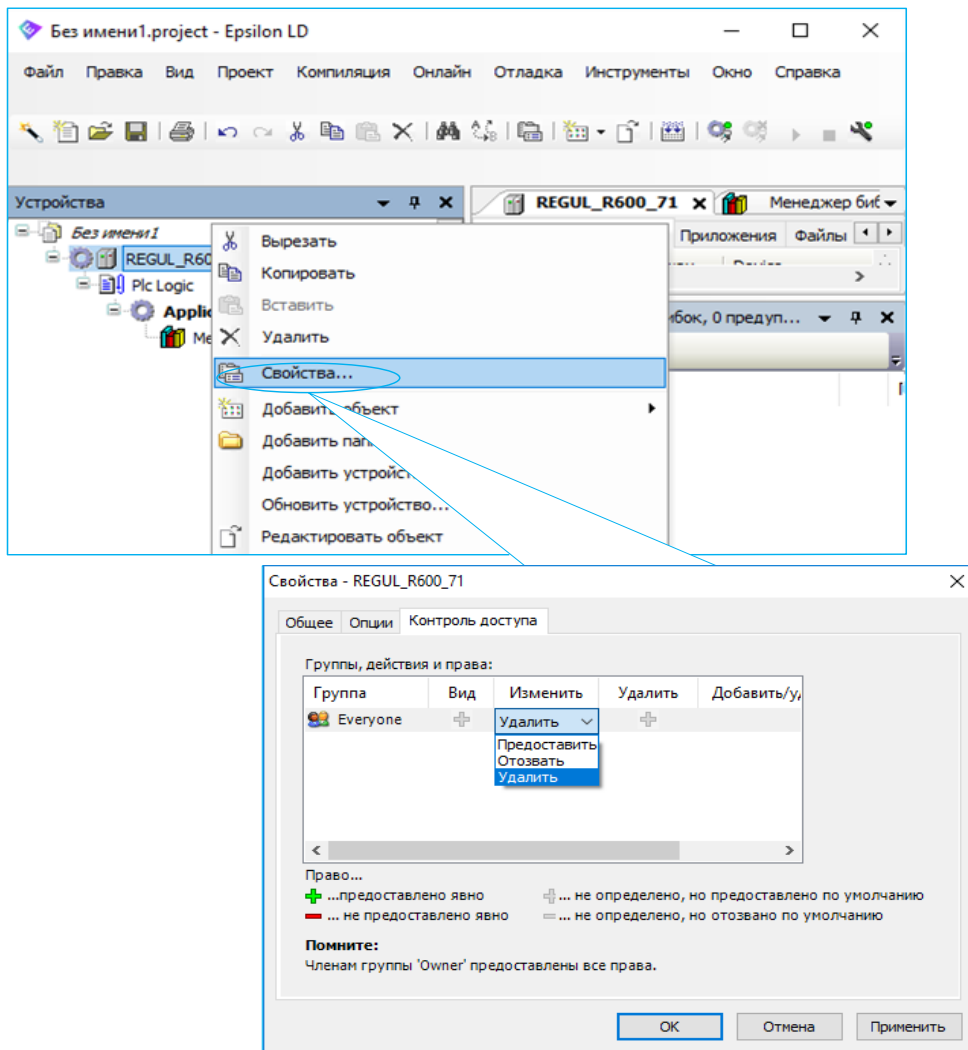

Рисунок 233 – Диалоговое окно контроля доступа
- в всплывшем диалоговом окне перейдите на вкладку **Контроль доступа (Access control)** (Рисунок 233). Здесь можно задать права доступа к текущему объекту для разных групп пользователей. Для того чтобы изменить право на конкретное действие конкретной группы, выберите соответствующее поле, щелкните мышкой, чтобы открылся список для выбора нужного права.